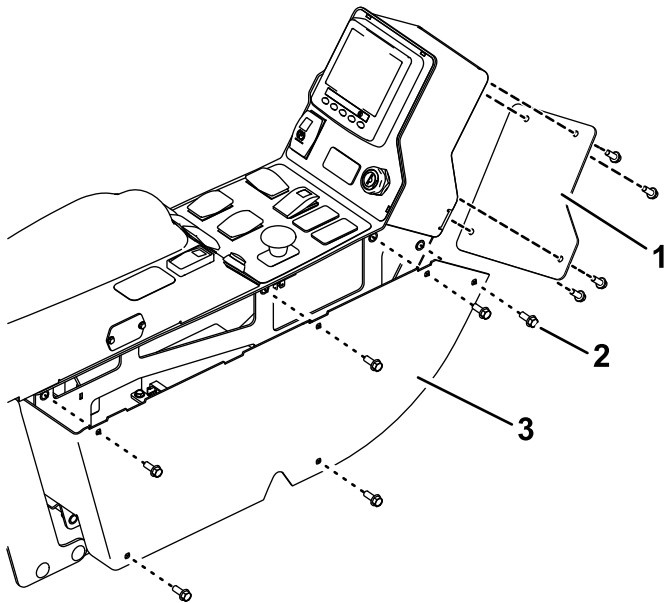

Figure 3
1. Retirez les 6 boulons du panneau latéral puis déposez le panneau de la console (Figure 3).
2. Retirez les 4 boulons du panneau arrière puis déposez le panneau de la console (Figure 3).
3. Avec les boulons retirés précédemment, fixez les panneaux arrière et latéral à la console (Figure 3).